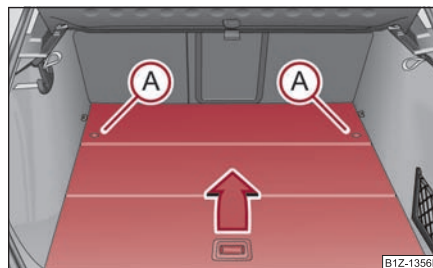

Fig. 101 Maletero: desmontar el piso de carga variable
- Desbloquee el piso de carga girando las argollas de seguridad (A) a izquierda, aprox. 90° ⇒ fig. 101.